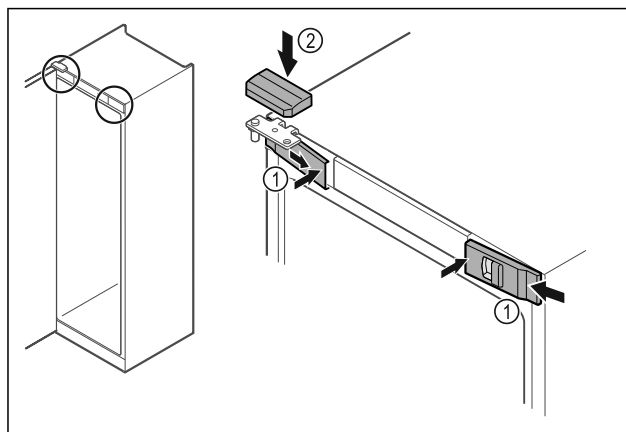

Fig. 54
- ▶ Haka fast skydden fram Fig. 54 (1) på sidan och sätt på dem på insidan.
- ▶ Sätt på det övre skyddet Fig. 54 (2) uppifrån.